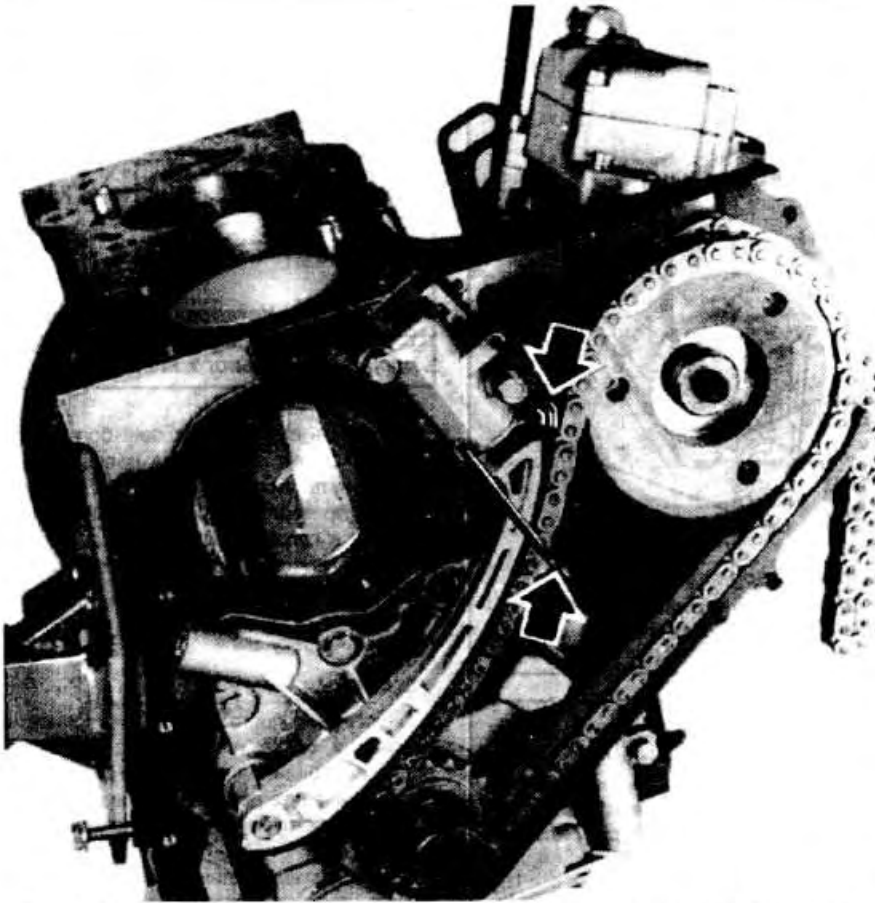

Рис. 3-27. Блокировка плунжера натяжителя цепи с помощью фиксатора
- Утопить плунжер натяжителя цепи и зафиксировать его фиксатором BMW 11.3.340 (рис. 3-27).